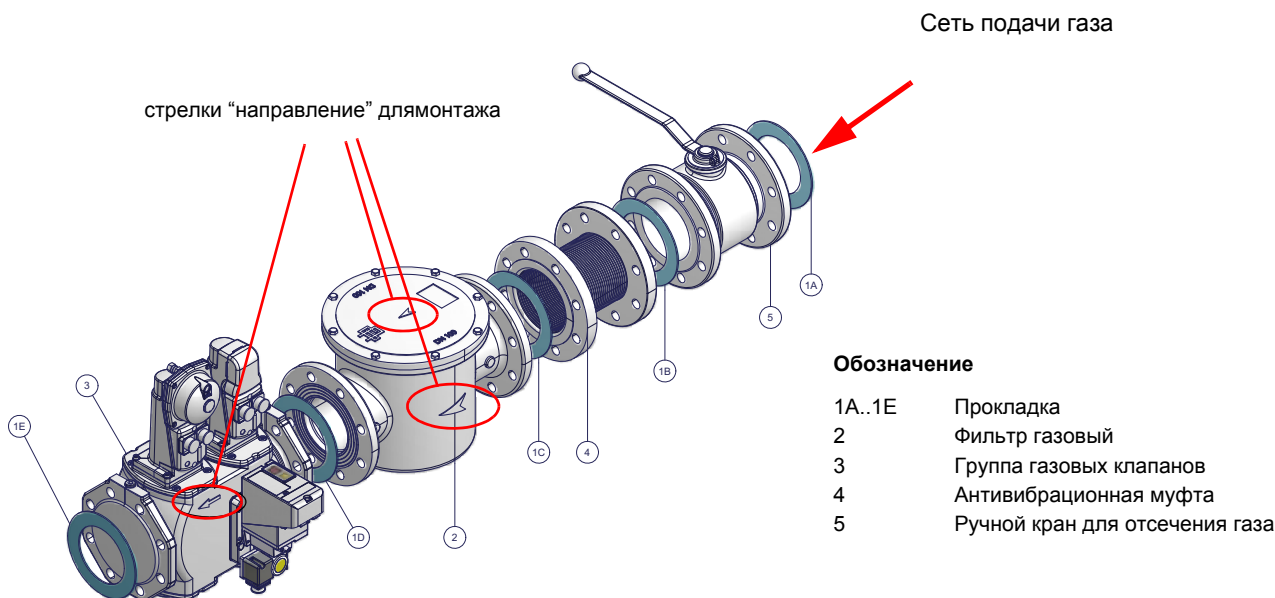

Рис. 4 - Пример газовой раампы
- 1 - б) при фланцевых соединениях: между соседними компонентами устанавливать прокладку (1А..1Е - Рис. 4), совместимую с используемым газом,
ВНИМАНИЕ: после монтажа газовой рампы согласно схеме на Рис. 4, необходимо провести тестирование на герметичность газового контура, согласно требований действующих нормативов.